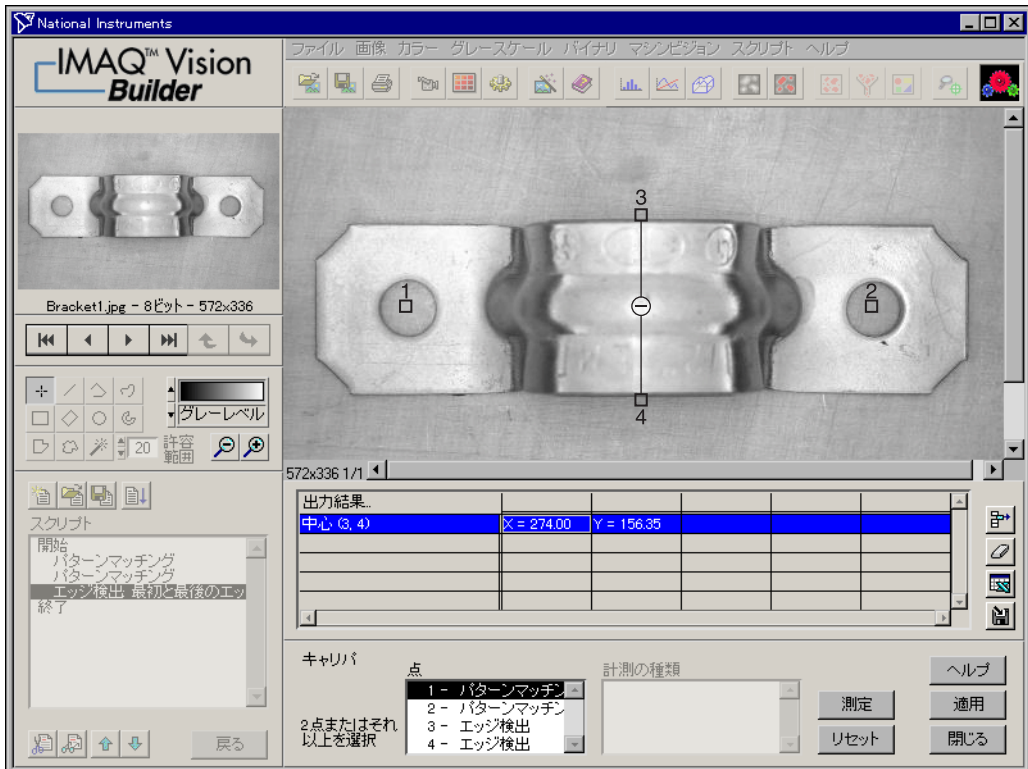

図 4-6 Caliper 関数で幅の中心を検出する
4. **計測ボタン**をクリックしてブラケットの幅の中心を計算し、図4-6のように、幅の中心測定を結果表に追加します。